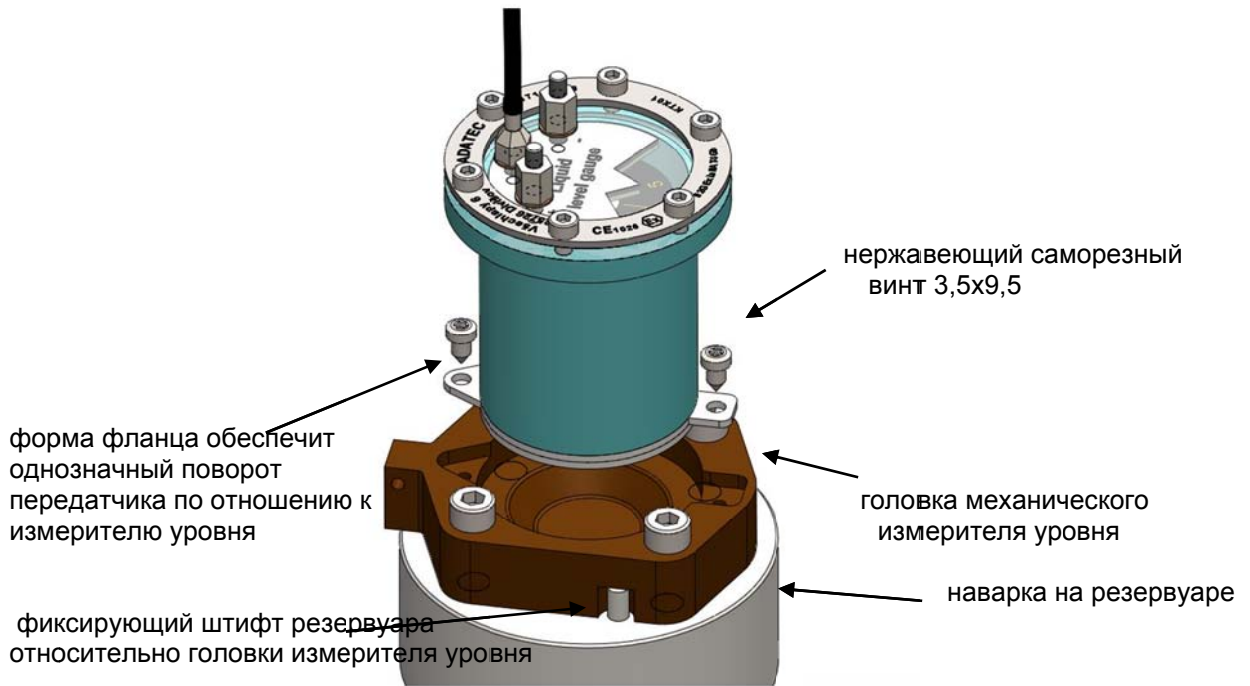

Рис. 7 Установка измерителя уровня и передатчика относительно резервуара
1. Демонтируйте передатчик с резервуара и перенесите его на чистое место, лучше всего с возможностью мойки. Передатчик в головной части закреплен только двумя саморезными шурупами (рис. 7)